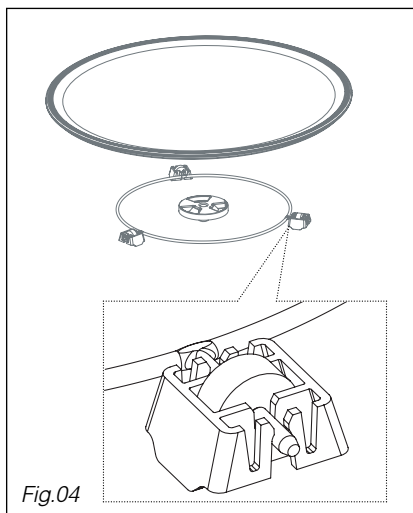

Fig.04
• **L'entraîneur** : permet au plateau verre de tourner (Fig.04).
• **Le support à roulettes** : Les roulettes doivent impérativement être dans le bon sens (Fig.04).